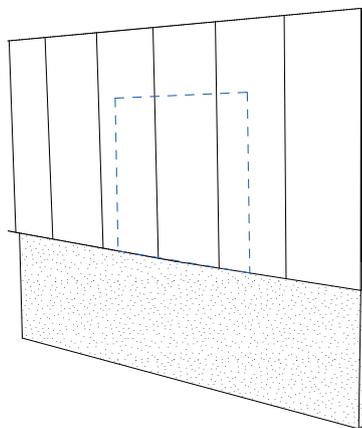

Fig. 144. Esquema medidas hueco y tapa
- Marcar en la pared sándwich el perímetro del agujero que se debe de realizar (Fig. 144). Las medidas de éste deben ser de 1350x1350 mm.